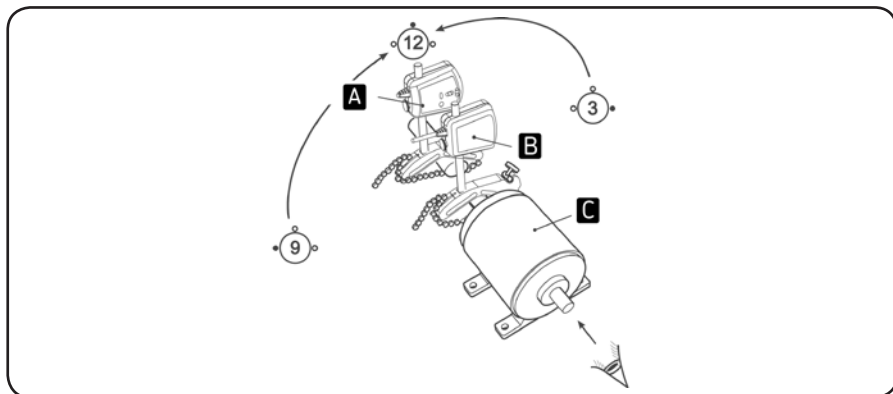
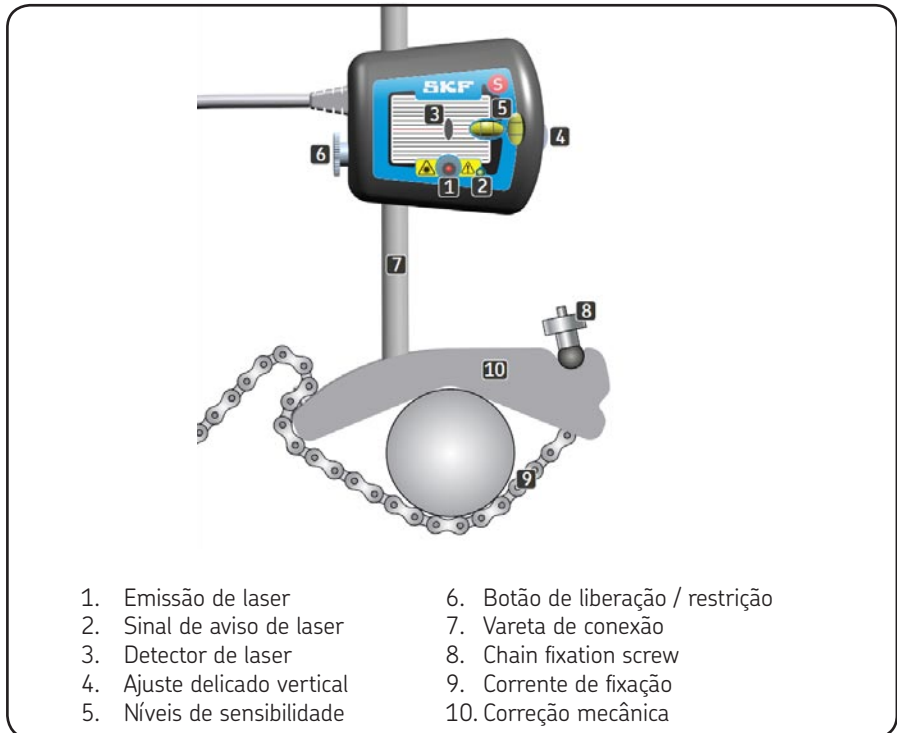

Fig. 4. Comparação com um relógio
Fig. 7. Fixador mecânico com unidade de medição
2.2 Descrição da tela e unidades de medição (fig. 6 / fig. 7)
- a) Coloque as duas unidades de medição na posição das 12 horas com a ajuda dos níveis de bôlha (fig. 4 & fig.7).